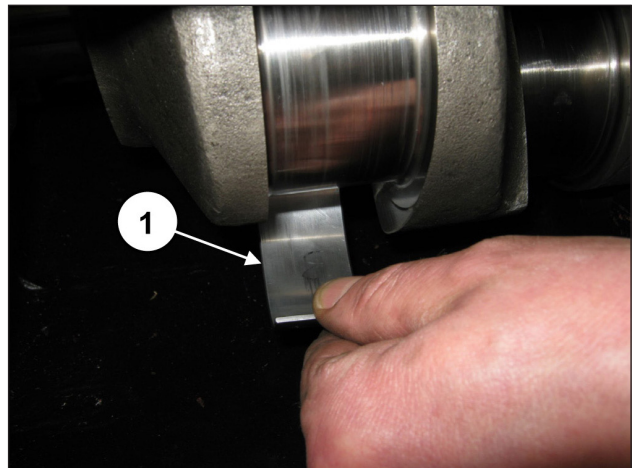

Abb. 20
Ziehen Sie die drei Lagerschalen der Pleuelhälften ab (Pos. ①, Abb. 20).